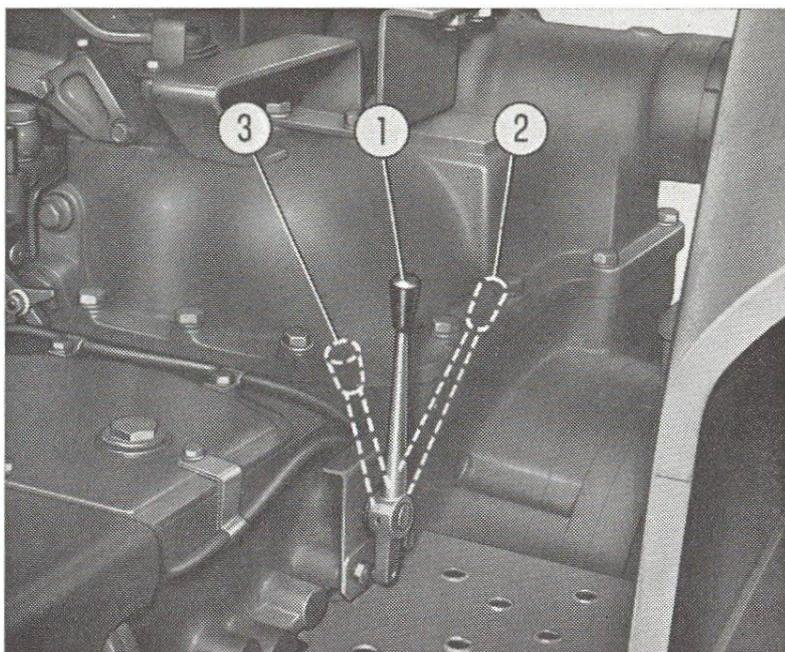

Fig. 11. - Levier de commande de prise de force et de prise de mouvement.
Pour faire fonctionner la prise de force, débrayer son embrayage (levier **16**, fig. 4, en haut) et après quelques instants, déplacer en arrière le levier de la fig. 11.
Avec pneumatiques arrière 16.9/14-38 la prise de force proportionnelle à l'avancement accomplit pour chaque mètre parcouru, 3,6 ou 6,2 tours respectivement avec prise de force 540 tr/mn ou 1000 tr/mn. Pour la faire fonctionner, débrayer la prise de force (levier **16** fig. 4, en haut) et après quelques instants déplacer en avant le levier de commande de la prise de force (fig. 11).
Pour la faire fonctionner, débrayer la prise de force (levier **16** fig. 4, en haut) et après quelques instants, déplacer en arrière le levier de commande de prise de force (fig. 11).
- a.** Avant d'intervenir sur une machine entraînée par la prise de force ou par la prise de mouvement, il faut débrayer la prise (levier **16** fig. 4, en haut) et amener ensuite le levier de commande au point mort (**1**, fig. 11).